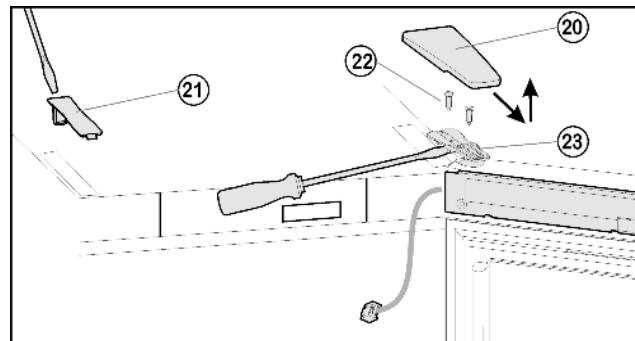
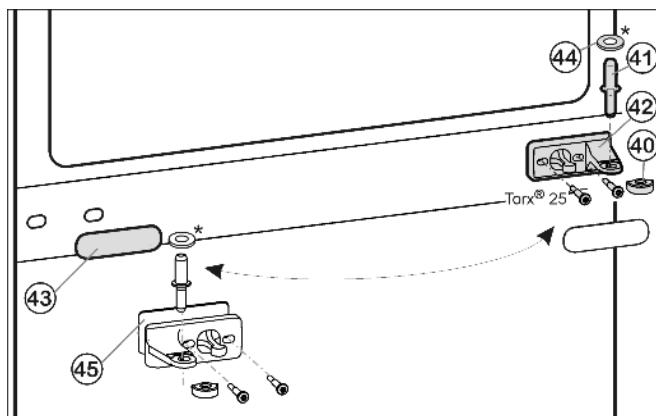
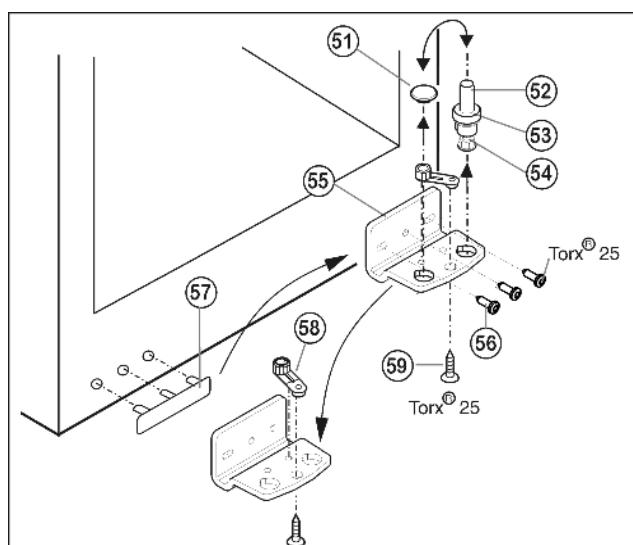

Fig. 6
Fig. 7
Fig. 8
- ▶ Крышку Fig. 6 (20) снимите движением вперед и вверх
- ▶ Снимите крышку Fig. 6 (21).
- ▶ Полностью выверните винты Fig. 6 (22).
- ▶ Снимите дверцу вместе с опорным кронштейном Fig. 6 (23) и кабелем вверх. Для снятия, возможно, понадобится осторожно подцепить опорный кронштейн снизу шлицевой отверткой.
- ▶ Вытащите из опорного кронштейна и нижней дверцы средний опорный палец Fig. 7 (41).
- ▶ Снимите пластмассовый колпачок Fig. 7 (40).
- ▶ Открутите средний опорный кронштейн Fig. 7 (42) (2 шт. Torx® 25).
- ▶ Осторожно снимите накладку Fig. 7 (43).
- ▶ Прикрутите средний опорный кронштейн Fig. 7 (42) с подкладкой Fig. 7 (45) с поворотом на 180° на новую сторону шарнира (**с моментом 4 Нм**).
- ▶ Защелкните накладку Fig. 7 (43), повернув на 180°, на стороне, где теперь будет ручка.
- ▶ Извлеките опорный винт Fig. 8 (52) в комплекте с шайбой Fig. 8 (53) и регулируемой опорой Fig. 8 (54), вытягивая его вверх.
- ▶ Снимите пробку Fig. 8 (51).
- ▶ Открутите Fig. 8 (56) опорный кронштейн Fig. 8 (55).
- ▶ Открутите Fig. 8 (59) опорную деталь Fig. 8 (58) и, переставив в отверстие на противоположной стороне опорного кронштейна, снова прикрутите.
- ▶ Осторожно снимите и переставьте на противоположную сторону крышку со стороны ручки Fig. 8 (57).
- ▶ Снова прикрутите опорный кронштейн Fig. 8 (55) на новой стороне шарнира (**с моментом 4 Нм**). При необходимости используйте аккумуляторный шуруповерт.
- ▶ Переставьте пробку Fig. 8 (51) в свободное отверстие.
- ▶ Вновь установите опорный винт Fig. 8 (52) в комплекте с шайбой и регулируемой опорой. При этом фиксатор должен быть направлен назад.
- ▶ Установите дверь сверху на опорный палец Fig. 8 (52).
- ▶ Снова наденьте пластмассовый колпачок Fig. 7 (40) на средний опорный кронштейн Fig. 7 (42).
- ▶ Вставьте средний опорный палец Fig. 7 (41) через средний опорный кронштейн Fig. 7 (42) в нижнюю дверцу.
- Установите верхнюю дверцу на средний опорный палец Fig. 7 (41), закройте дверцу и установите верхний опорный кронштейн Fig. 6 (23) так, чтобы он защелкнулся в верхней стороне устройства.
- Закрутите опорный кронштейн Fig. 6 (23) (**с усилием 4 Нм**). При необходимости просверлите отверстия или используйте аккумуляторную отвертку.
- Защелкните крышку Fig. 6 (20) и крышку Fig. 6 (21).
- При необходимости выровняйте дверцы через два продольных паза в нижнем опорном кронштейне Fig. 8 (55) и среднем опорном кронштейне Fig. 7 (42) параллельно корпусу устройства. Для этого выкрутите средний винт на нижнем опорном кронштейне Fig. 8 (55).